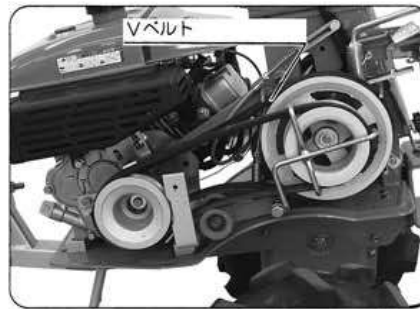

図1
- ① 走行用のVベルトの摩耗や損傷ならびにゆるみがあれば、調節や交換してください。(図1)